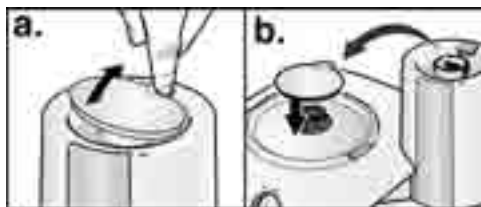

Figure 12
3. Si ce n'est déjà fait, mettez le couvercle de sécurité sur le mécanisme d'entraînement haute vitesse. (voir fig. 12).